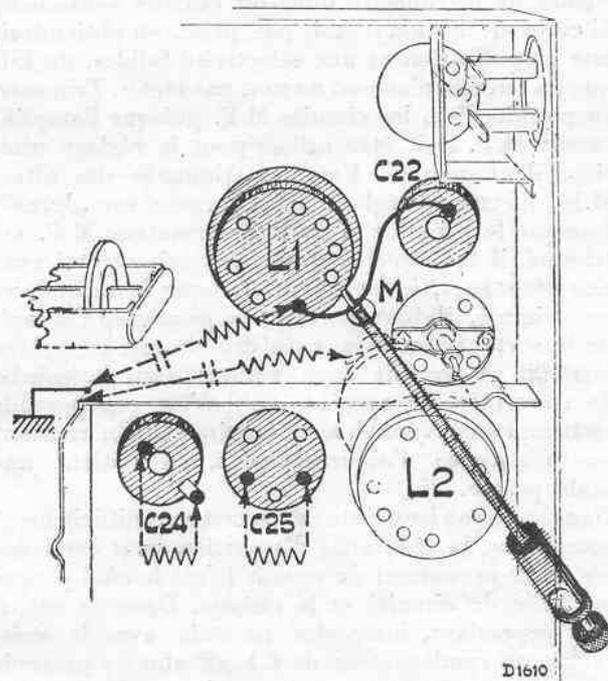

Fig. 5
3. Amortir C24 avec 25000 Ohms (fig. 5); trimmer C25 jusqu'à la déviation maximale du mètre (outputmètre) de sortie, enlever la résistance d'amortissement.
4. Raccorder l'appareil auxiliaire (par exemple au moyen de la fiche de contact par le trou dans le chassis (fig. 5), amortir C22 avec 2000 ohms avec 0,1 μ F en série. Syntoniser l'appareil à trimmer.